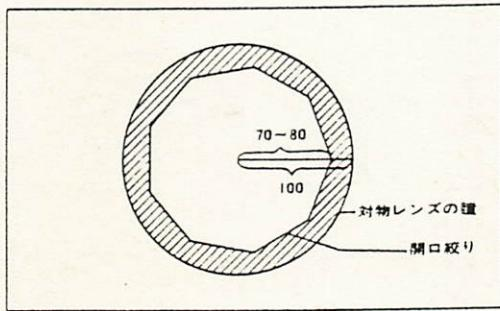

図26
- この絞りは照明系の開口数を調節するためのもので、一般には対物レンズの開口数の70~80%に絞ると適当なコントラストが得られます。(図26)
- 4) 開口絞りレバーを操作して、開口絞りを対物レンズの開口数の70~80%となるよう絞り(図26)、コントラストを高めます。また視野絞りを絞るとさらにコントラストが上がります。